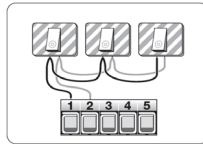

Рисунок 7
1) для того чтобы подсоединить ряд устройств с нормально открытыми контактами, необходимо использовать параллельное подсоединение (рисунок 7).